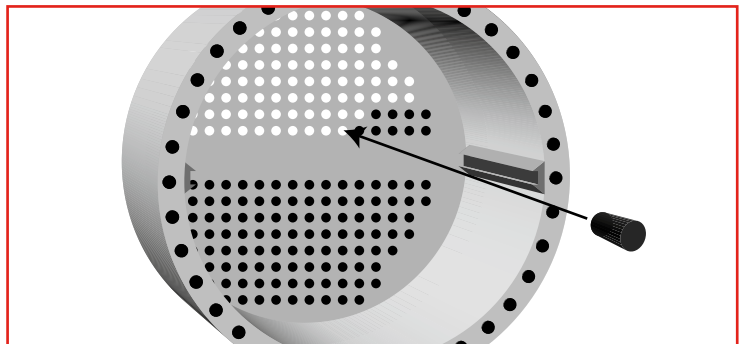

Figura 31. Instale los tapones al ras con la parte final de los tubos.
1. **Instale tapones.** Remueva las placas finales y la placa difusora, e inserte tapones de hule dentro de la parte final de los tubos. Los tapones deben sobresalir en una extensión no mayor de 1/8" (3 mm). Esta holgura permitirá el recubrir con epóxico de 1/8" de espesor, como se ilustra. (Vea la figura 31).